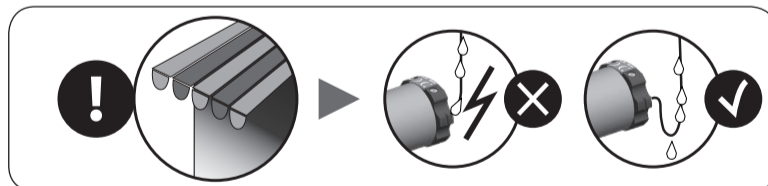

Fig. 3
► REGOLAZIONE FINECORSA (Fig. 3)
► SETTING THE LIMITS (Fig. 3)
► RÉGLAGE DES FINS DE COURSES (Fig. 3)